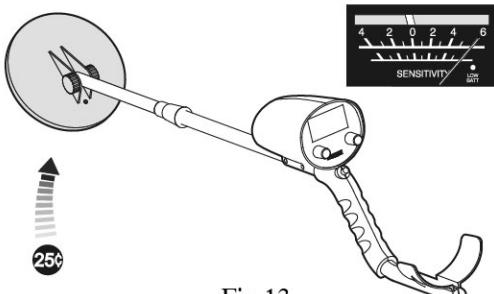

Fig.13
- Før langsomt sølvmønten hen imod søgerhovedet, hvorefter viseren bevæger sig mod højre, og lyden tiltager i styrke. (Fig. 13)